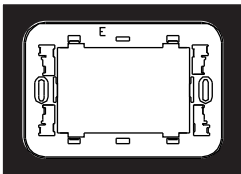

Fig.8
Con questa **Cornice portaplacca** (Fig.8) si possono montare le placche delle seguenti serie civili senza effettuare nessuna modifica:
****** Prima di montare la placca **BTICINO Livinglight Air**, interporre tra la **Cornice portaplacca "E"** e la placca **Livinglight Air**, l'adattatore (Cod.2.600.2876) ordinabile su richiesta (Fig.8).
*This type of **Holder plate** (Fig.8) allows the assembly of these plates without any modification.*
*******Before to mount the **Livinglight Air BTICINO** plate, install the adaptor (code. 2.600.2876) between the frame "E" and the plate "livinglight Air" request on demand (Fig.8).*